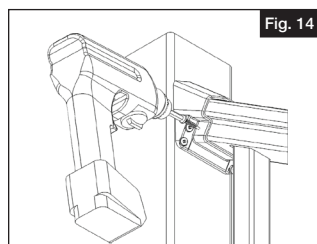

Fig. 14
- b. Taladre previamente un lado (fuera de la instalación de la barandilla de la escalera) del soporte de la barandilla superior con una broca de $\frac{5}{32}$ ". El orificio debe estar orientado como se muestra (Fig 14). Atornille un tornillo de rosca de cabeza cuadrada de 1" n.º 10 a través del soporte y la barandilla.